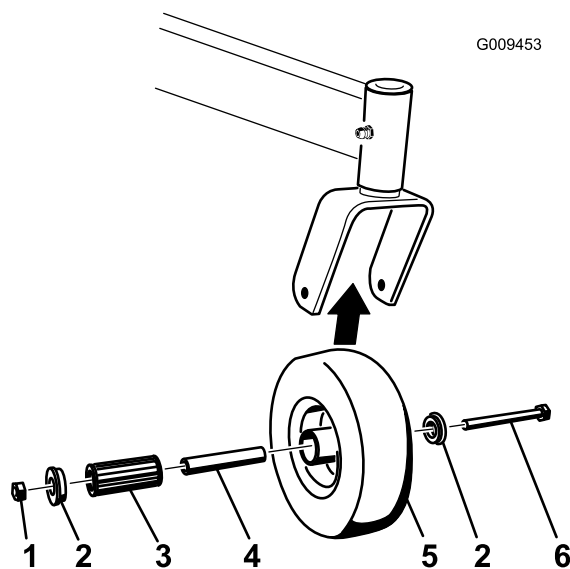

Figura 61
1. Retire la contratuerca y el perno que sujetan la rueda giratoria a la horquilla (Figura 61).
2. Retire un solo casquillo y tire del casquillo intermedio y del cojinete de rodillos para sacarlos del cubo de la rueda (Figura 61).
3. Retire el otro casquillo del cubo de la rueda y limpie la grasa y la suciedad del cubo de la rueda (Figura 61).
4. Inspeccione el cojinete de rodillos, los casquillos, el casquillo intermedio y el interior del cubo de la rueda para comprobar que no están desgastados. Cambie las piezas defectuosas o desgastadas (Figura 61).
5. Para montar el conjunto, coloque un casquillo en el cubo de la rueda. Engrase el cojinete de rodillos y el casquillo intermedio y deslícelos en el cubo de la rueda. Coloque el segundo casquillo en el cubo de la rueda (Figura 61).
6. Instale la rueda giratoria en la horquilla y fjela con el perno y la contratuerca. Apriete la contratuerca hasta que el casquillo intermedio se apoye contra el interior de las horquillas de las ruedas giratorias (Figura 61).